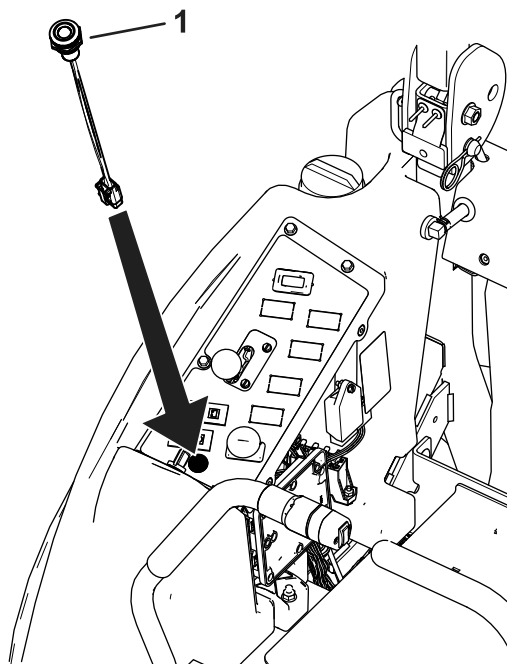

Figura 7
13. Instale a luz na parte superior da consola (Figura 7).